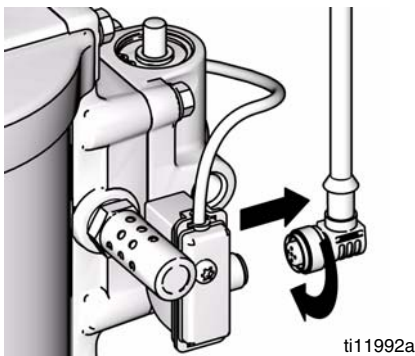

FIG. 11. Desconecte DataTrak
1. Destornille el cable de la parte trasera del conjunto de interruptor de lengüeta. Vea FIG. 11.